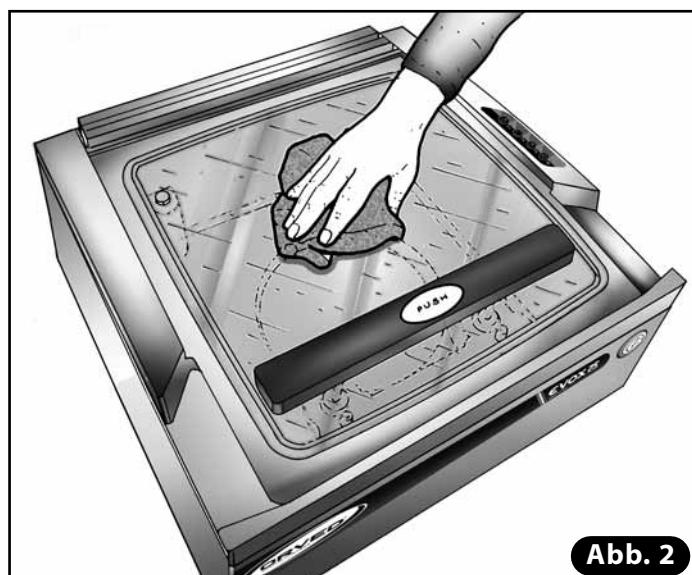

Abb. 2
8.1.4 REINIGUNG DES GLASDECKELS (Abb. 2)